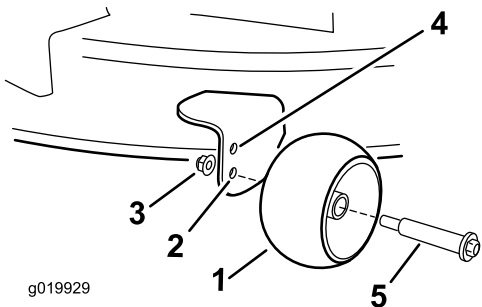

Рисунок 30
газонокосилки установлена в положение 63 мм и ниже (Рисунок 30).
- Нижнее отверстие — используйте это положение, когда высота скашивания деки газонокосилки установлена в положение 76 мм и выше (Рисунок 30).